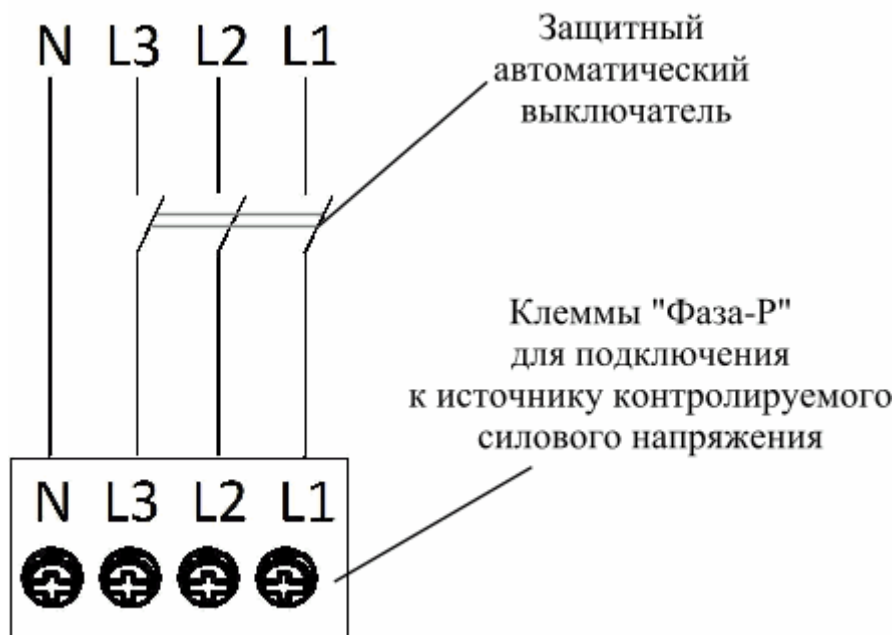
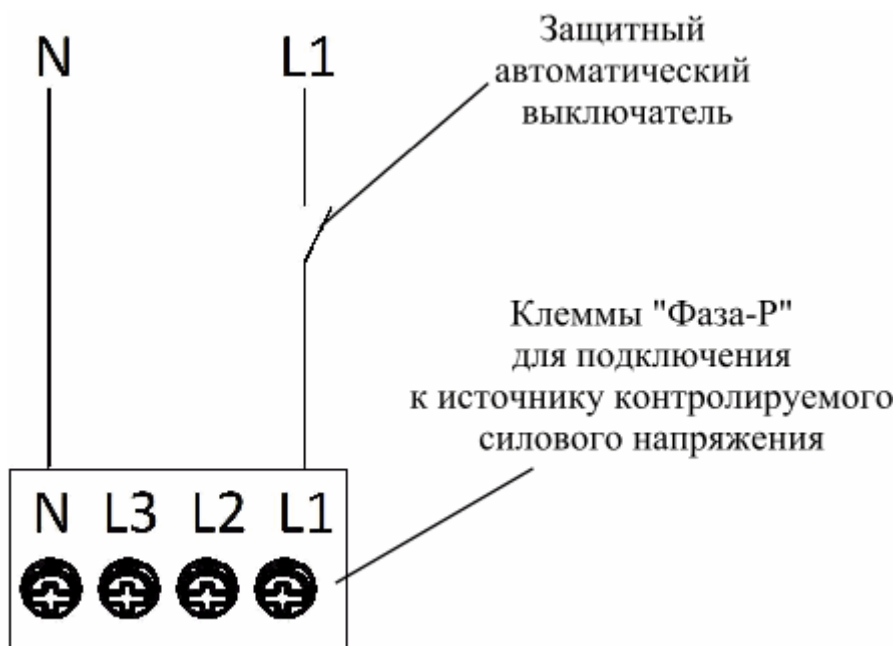

Рис. 6
Рис. 7
Схема подсоединения детектора «Фаза-Р» к трехфазному источнику напряжения приведена на Рис. 6.
Схема подключения детектора «Фаза-Р» к однофазному источнику контролируемого силового питающего напряжения приведена на Рис. 7.
1. Для начала работы следует подать контролируемое питающее силовое напряжение на детектор «Фаза-Р». Для этого необходимо включить защитный автоматический выключатель (см. Рис. 6, Рис. 7, Стр. 11).
3. Для проверки формирования тревожного извещения необходимо выключить защитный автоматический выключатель (см. Рис. 6, Рис. 7, Стр. 11) и проконтролировать появление режима «тревога» на ППК ВОРС. Следует обратить внимание, что режим «тревога» должен появиться по истечении программно установленного времени задержки.
4. Снова включить защитный автоматический выключатель (см. Рис. 6, Рис. 7, Стр. 11).